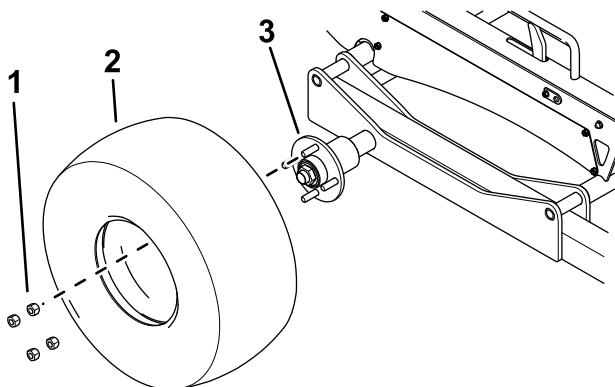

Figure 21
1. Montez une roue sur chaque moyeu d'essieu à l'aide de 4 écrous de roue (Figure 21).